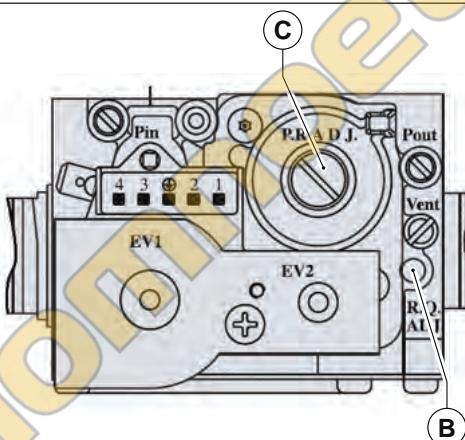

Рис. 24 Регулировка уровня содержания углекислого газа
- Отрегулировать уровень содержания углекислого газа (CO2) в дымовых газах с помощью соответствующего регулятора **B** (смотри Рис. 24 Регулировка уровня содержания углекислого газа) удостовериться, что его величина находится в пределах, указанных в Табл. 11 Содержание CO2 в дымовых газах. Не выключая режим "трубочист", перейти к следующему этапу — регулировке минимальной мощности.
- Отрегулировать уровень содержания углекислого газа (CO2) в дымовых газах, вращая регулятор «offset» **C** (смотри Рис. 24 Регулировка уровня содержания углекислого газа) удостовериться, что его величина находится в пределах, указанных в Табл. 11 Содержание CO2 в дымовых газах.